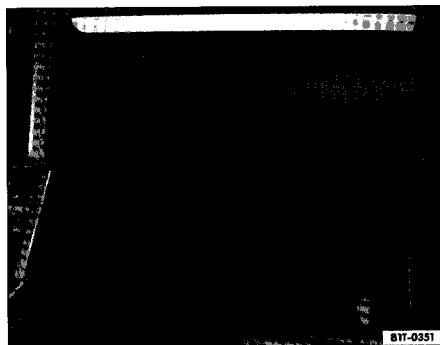

Fig. 79 Cote passager avant : boîte à gants
- Pour **ouvrir** la boîte à gants, tirez le levier d'ouverture fig. 79. La boîte à gants est verrouillée lorsque la fente de la serrure est à l'horizontale.